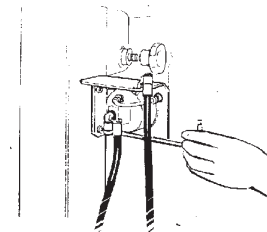

fig.41
- Collegare il **supporto manometro** al palo con le 2 viti in dotazione di M6 (fig.41)
- Connect the manometer holder to the column with the two M6 bolts supplied (fig.41).
- Fixer le **support du manomètre** à la colonne moyennant les 2 vis en dotation de M6 (fig.41).
- den **Druckmesserhalter** mit den zwei mitgelieferten Schrauben M6 (Abb.41) an der Tragsäule anschrauben.
- Conecte el **soporte del manómetro** a la columna con los dos tornillos de equipo de M6 (fig. 41).